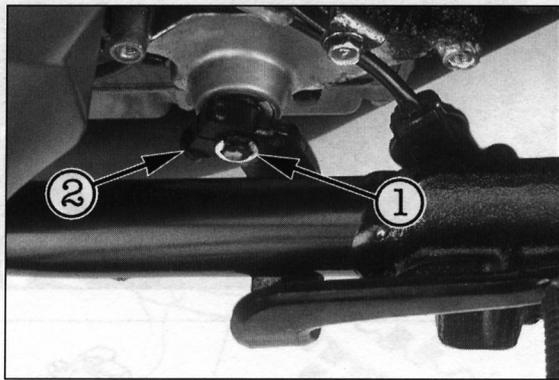

Bild 165
- Sicherungsring ausfedern, Klemmschraube lösen und Fusschalthebel abnehmen (Bild 165).